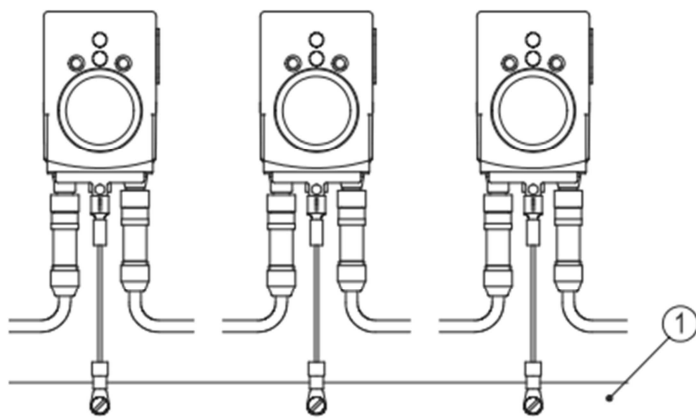

図 4 : アースバー
複数の機器をご使用いただく場合、アースバー①への接続を推奨します。(図 4 参照)